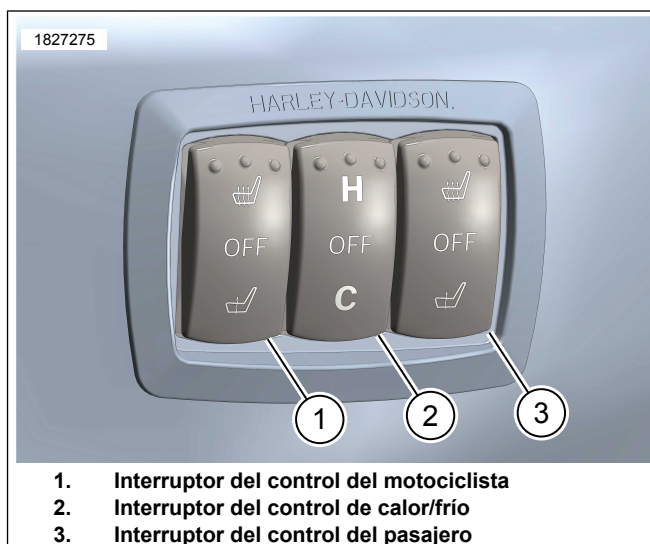

Figura 3. Interruptores de control de calefacción/refrigeración de los asientos
1. Consulte la Figura 3. Interruptores (1, 3):
- d. El control del conductor (1) se sitúa más cerca de la posición del asiento de este.
- e. El control de pasajeros (3) se encuentra más cerca de la posición del asiento de este.
2. Consulte la Figura 3. Interruptor (2):